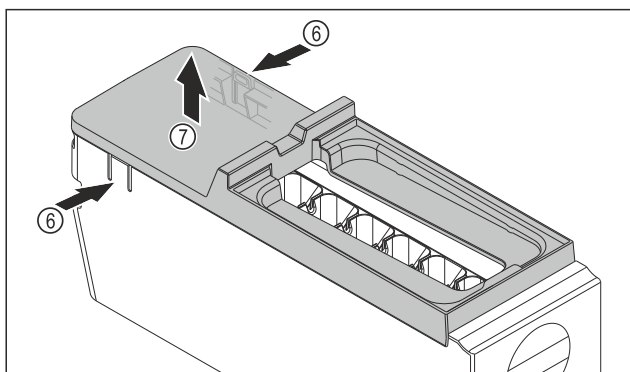

Fig. 146
- ▶ Снимите крышку корпуса EasyTwist-Ice: Надавите рукой на накладку Fig. 146 (6) с обеих сторон корпуса EasyTwist-Ice.
- ▶ Другой рукой снимите крышку Fig. 146 (7) по направлению вверх.